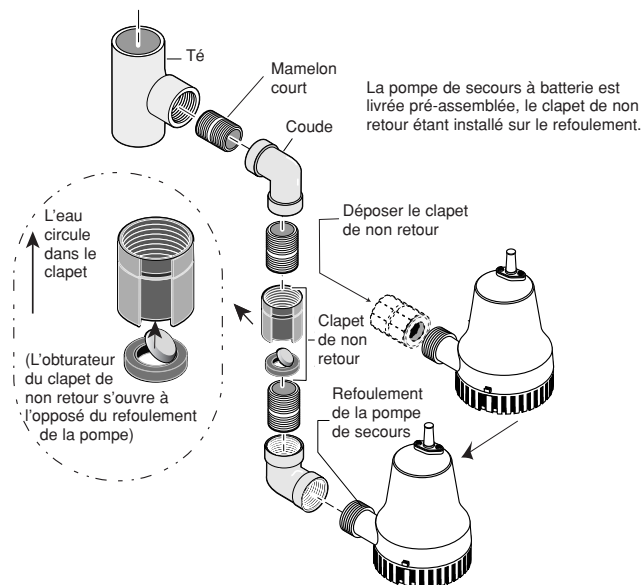

Figure 3 – Déposer le clapet de non retour pré-assemblé
2. Déposer le clapet de non retour (Réf. 4 de la page 25) du refoulement de la pompe de secours à batterie (Réf. 5) et le mettre de côté. Se reporter à la Figure 3. Le clapet de non retour sera utilisé plus tard, lors du remontage.
- REMARQUE :** S'assurer que le clapet de non retour est installé dans le bon sens. Se reporter à l'encadré de la Figure 3.